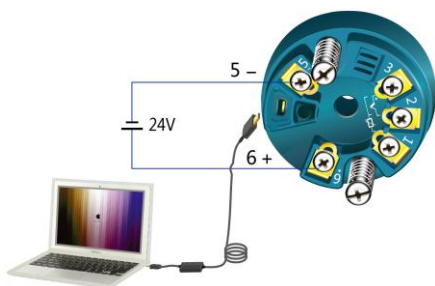

图 4 通过 USB 接口与 PC 的连接示意图
- 在通电状态下,可使用安装了“宇通 R 系列控制软件 V1.3”程序的 PC,在安全区,通过 MT182 的 USB 接口对其进行组态。见图 4。